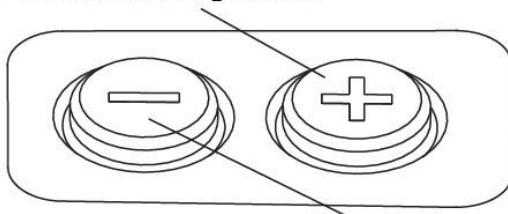

рис.4 Уменьшение яркости
1. Включение: Чтобы включить прицел, достаточно одного нажатия на кнопку увеличения яркости "+" или на кнопку уменьшения яркости "-" (см. Рис.4).